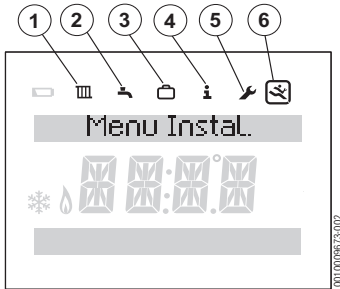

Fig. 13 Affichage du menu installateur
- ▶ Appuyer sur les touches **menu** et  pour afficher le menu principal avec le menu de service ($\rightarrow$ fig. 13).